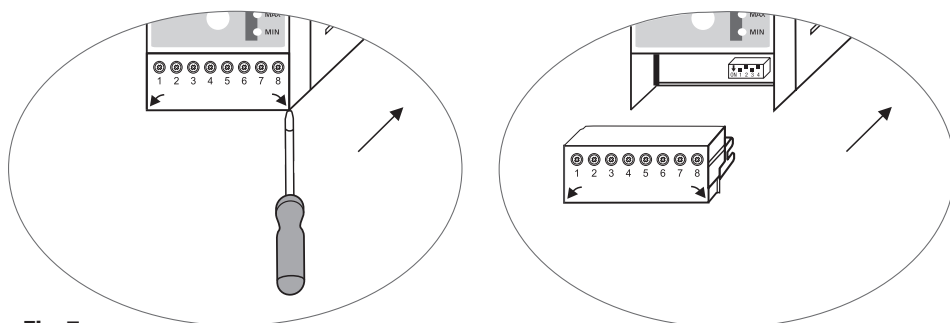

Fig. 7
- Untere und obere Klemmleiste abziehen **Fig. 7**